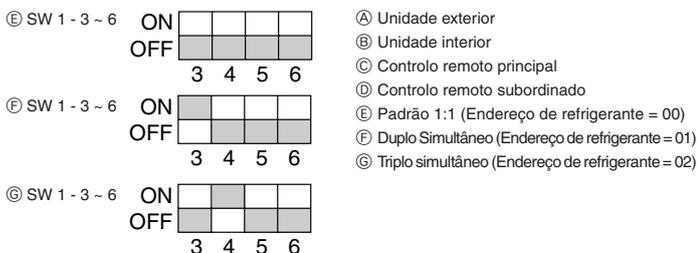

Fig. 10-1
① Ligue a fonte de alimentação (disjuntor).
② Depois de a válvula de retenção de gás ter fechado, ligue (posição ON) o interruptor SWP no painel de controlo da unidade exterior. O compressor (unidade exterior) e os ventiladores (unidades interiores e exteriores) começam a funcionar e a operação de recuperação de refrigerante tem início. O LED1 e o LED2 no painel de controlo da unidade exterior acendem.
③ Uma vez que a unidade pára automaticamente cerca de dois ou três minutos após a operação de recuperação de refrigerante (o LED1 e o LED2 acendem), certifique-se de que fecha imediatamente a válvula de retenção de gás. Se o LED1 e o LED2 estiverem acesos e a unidade exterior estiver parada, abra completamente a válvula de retenção de líquido e, de seguida, repita o passo ② passados três minutos.
④ Interrompa o fornecimento de corrente (disjuntor).
10. Controlo do sistema (Fig. 10-1)